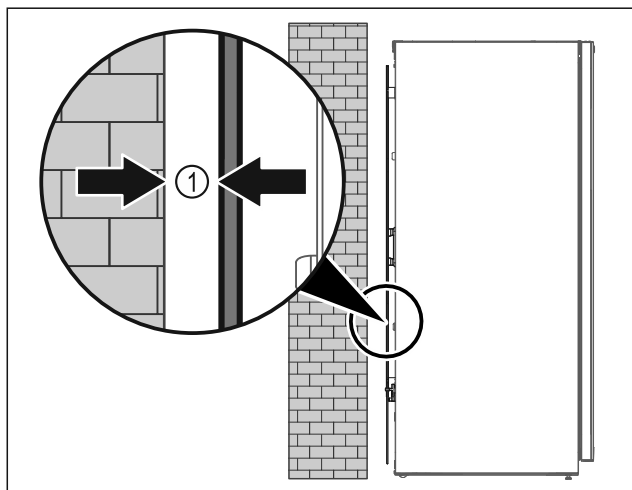

Fig. 10
- ▶ Ställ upp apparaten fritt i rummet eller direkt mot en vägg med ett minimiavstånd på 5 mm Fig. 10 (1) från väggen.